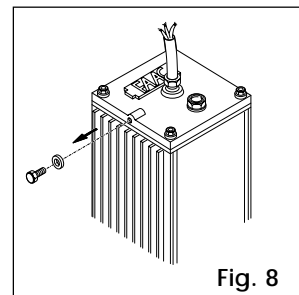

Fig. 8
- 3) **Togliere e conservare le viti di sfianto come da Fig.8.**